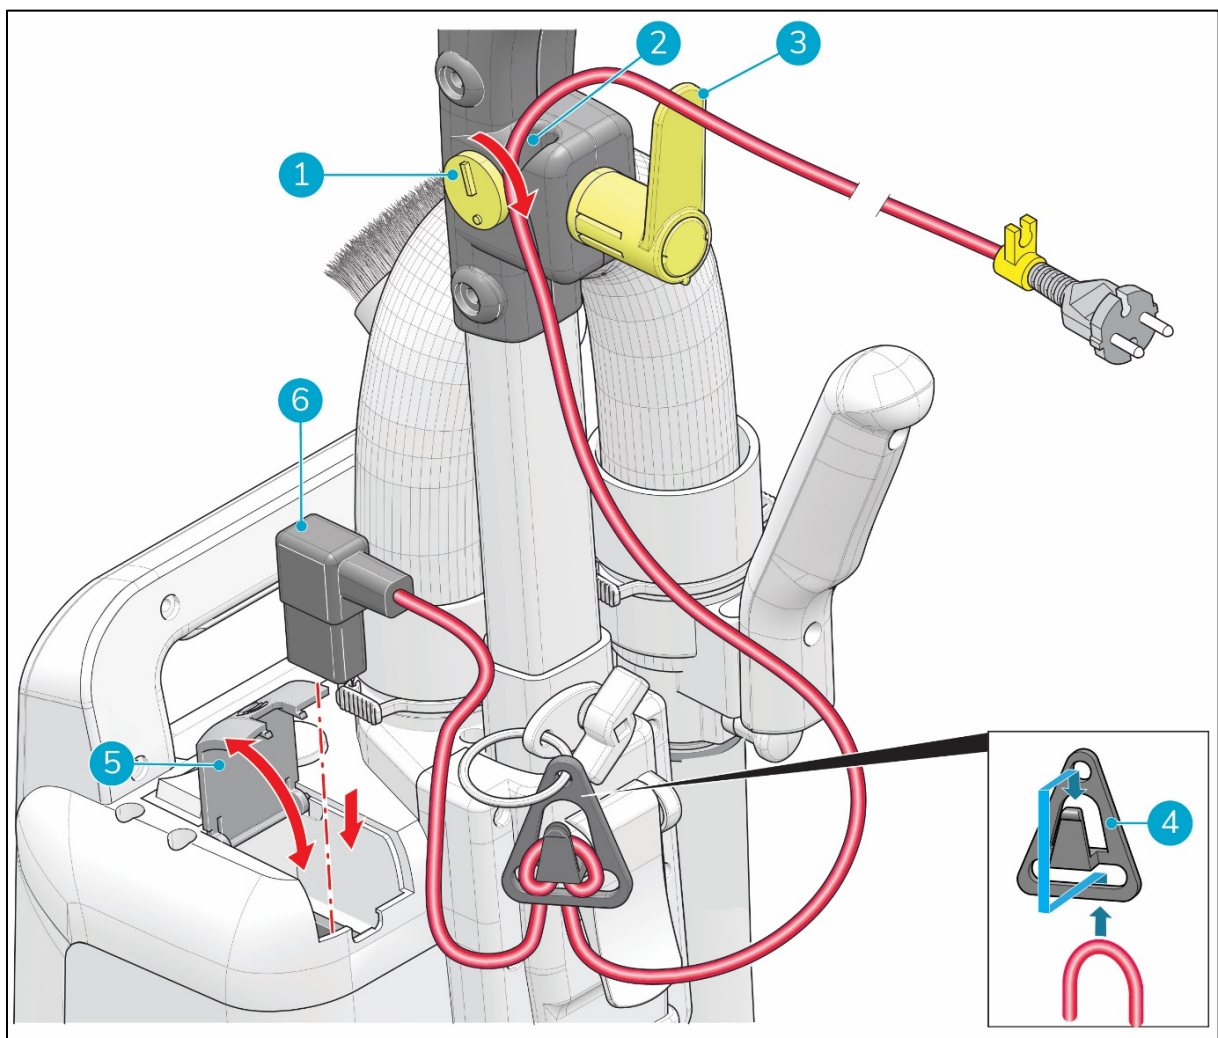

Abbildung 10
1. Öffnen Sie die Abdeckung (Abbildung 10, Pos. 5).
2. Stecken Sie den Netzkabelstecker in die Buchse (Abbildung 10, Pos. 6).
3. Schließen Sie die Abdeckung (Abbildung 10, Pos. 5).
4. Führen Sie das Netzkabel durch die Zugentlastung (Abbildung 10, Pos. 4) und fixieren Sie das Netzkabel.
5. Drehen Sie den gelben Clip (Abbildung 10, Pos. 1), um den Netzkabelkanal zu öffnen (Abbildung 10, Pos. 2).
6. Führen Sie das Netzkabel durch den Netzkabelkanal (Abbildung 10, Pos. 2).
7. Sichern Sie das Netzkabel mit dem gelben Clip (Abbildung 10, Pos. 1).
8. Drehen Sie den gelben Netzkabelhaken (Abbildung 10, Pos. 3) nach oben.